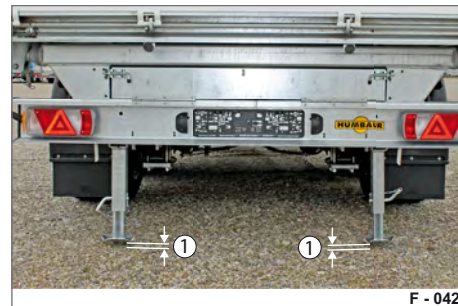

Abb. 65 Klappstütze abgeklappt
- ▶ Prüfen Sie nach dem Abklappen und ggf. Verstellen der Klappstützen, das noch ein Luftspalt (Abb. 65/1) zwischen Untergrund und Stellfuß-Platte verbleibt.